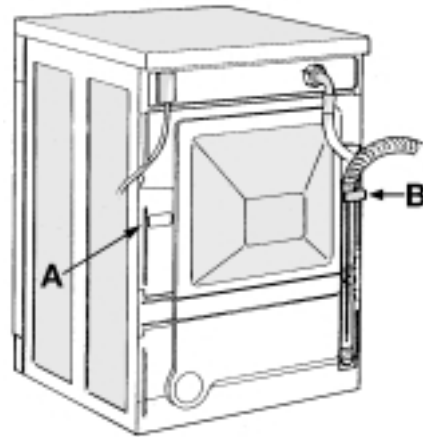

Abb. 1
- 1. Ablaufschlauch nur von der linken Fixierung lösen (siehe Pfeil A in Abb. 1).
Die rechte Befestigung des Ablaufschlauches (siehe Pfeil B in Abb. 1) nicht lösen, sonst kann Wasser auslaufen (Verbrühungsgefahr).